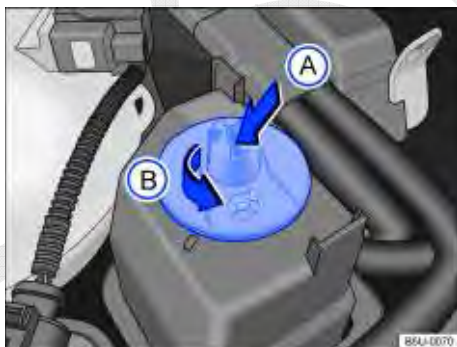

Fig. 110 No compartimento do motor: reservatório do fluido da direção hidráulica.
- Com o auxílio de uma chave de fenda ⇒ Fig. 110 (A) (seta), girar a tampa do reservatório (B) no sentido da seta.
- Com o auxílio de uma chave de fenda ⇒ Fig. 110 **A** (seta), girar a tampa do reservatório **B** no sentido da seta.